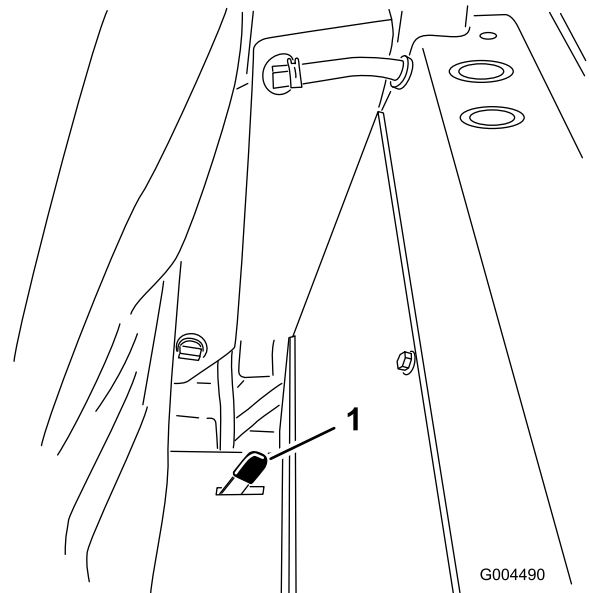

Figura 34
- Presione uno de los enganches del asiento situados detrás y en los lados del mismo hacia atrás para desenganchar el asiento, y tire hacia adelante la parte superior del asiento (Figura 34).